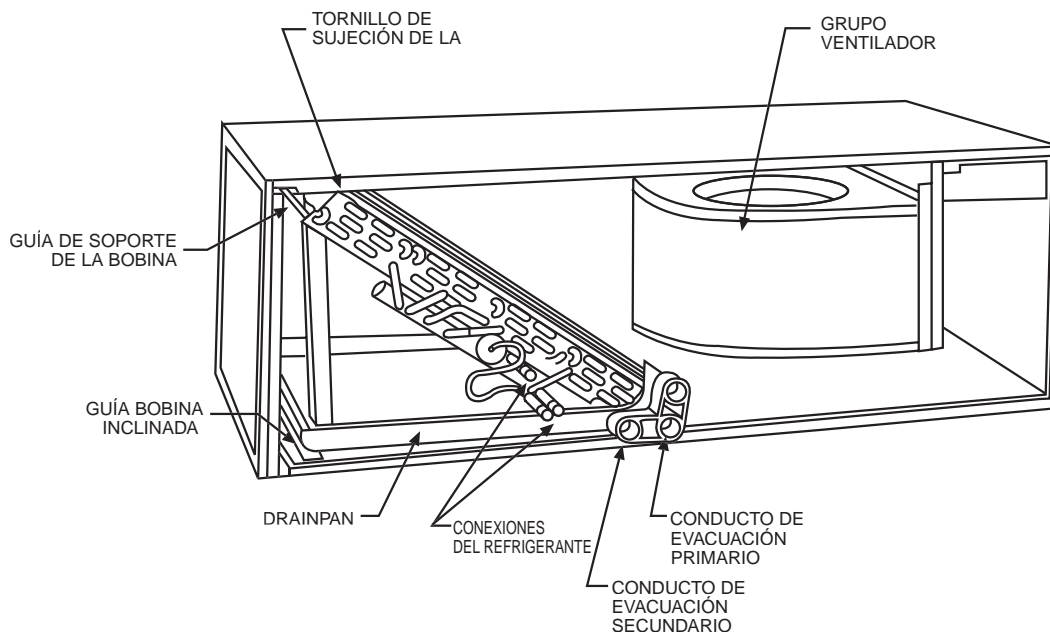

Fig. 3 - Conversión para aplicaciones horizontales a la derecha con bobina inclinada
1. Quitar los paneles de acceso al ventilador y a la bobina además del panel de montaje (Véase fig. 3).
4. Instalar el radiador ventilador sobre el lado derecho y volver a instalar el grupo de la bobina con la bandeja de recogida del líquido de condensación abajo (Véase fig. 3).